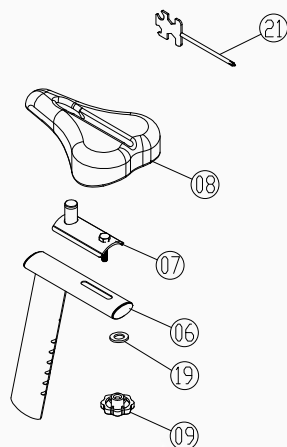

Figura 6
6. Montați Ansamblul Tubului de Reglare a Scaunului Spate (Partea 06), Ansamblul Tubului Glisant al Scaunului (Partea 07) și Perna Scaunului (Partea 08) împreună cu Șaibele Plate (Partea 19), apoi fixați toate componentele utilizând butonul stea gol pe interior (Partea 09). Scaunul poate fi reglat înainte și înapoi; consultați Figura 6.